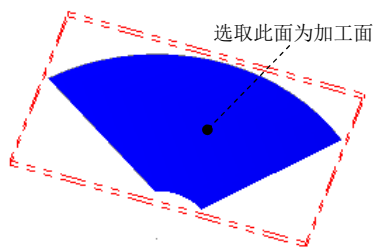
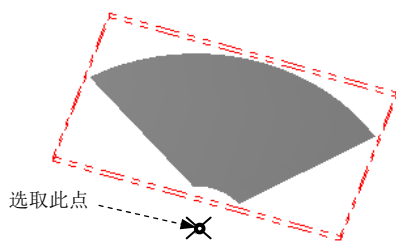

图 10.3.3 选择加工面
图 10.3.4 定义放射中心
Step2. 选择加工面及放射中心。在图形区中选择图 10.3.3 所示的曲面, 然后单击 Enter 键, 系统弹出“刀具路径的曲面选取”对话框, 在该对话框的放射中心点区域中, 单击 按钮, 选取图 10.3.4 所示的圆弧的中心为加工的放射中心, 对话框中的其他选项保持系统默认设置, 单击 按钮, 系统弹出“曲面粗加工放射状”对话框。